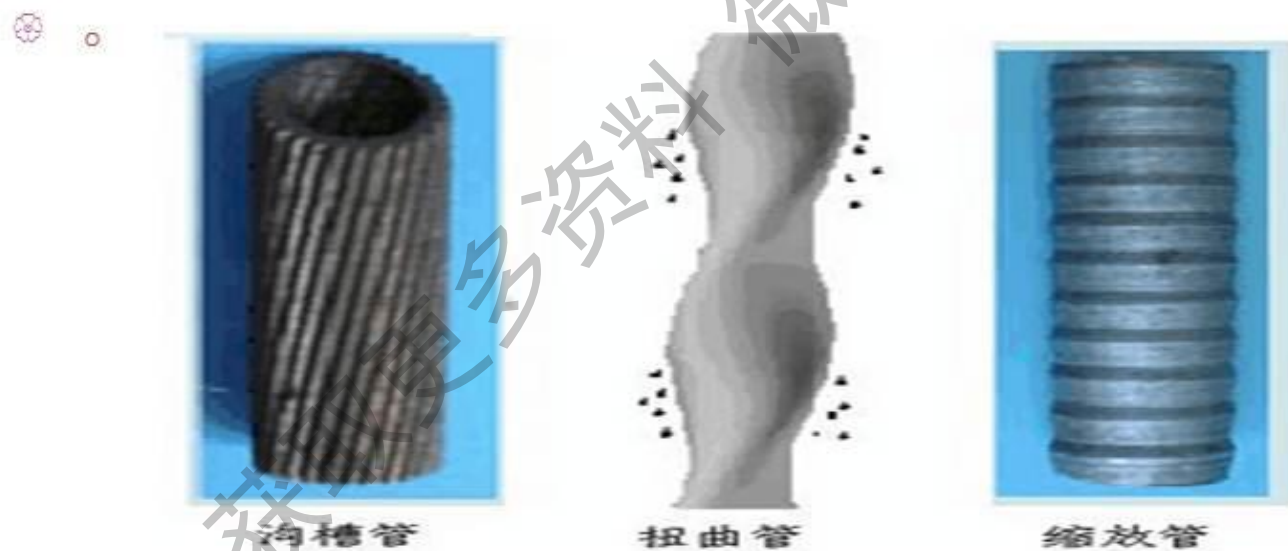
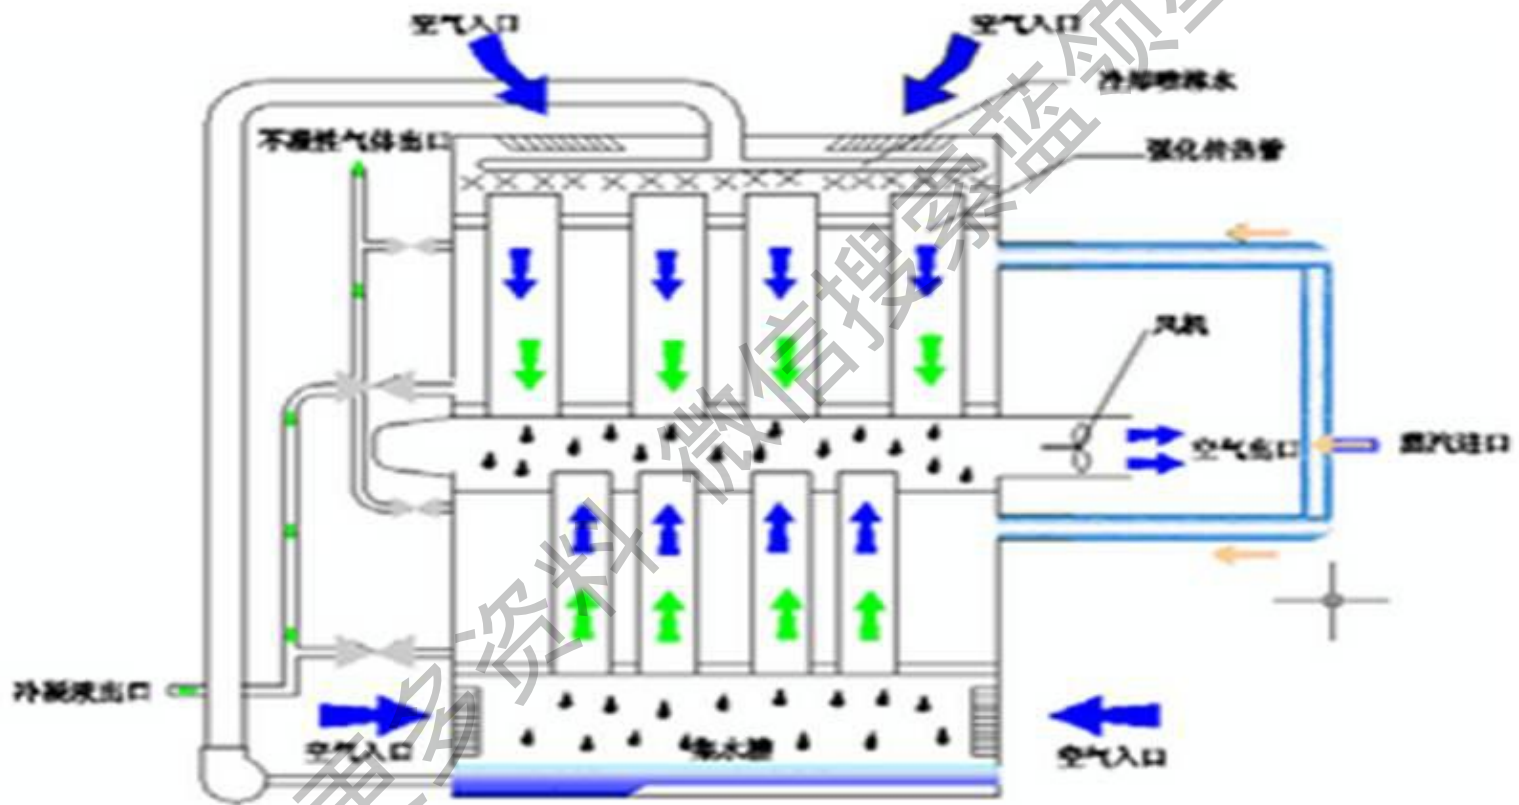

图 5 各种强化传热管示意图
图 4 立式蒸发式冷凝器示意图
- 立式蒸发式冷凝器的结构如图4所示，管内为水与空气的逆流或顺流，管外大空间为冷凝排液区。该冷凝器的特点有：管子采用不锈钢强化传热管（如图5），不但抗腐蚀性能强，而且换热性能好，能加速冷凝液膜的排泄，尤其适用于水蒸汽的冷凝。在电力行业中，凝汽器是汽轮发电机组的重要辅机之一，它的性能好坏直接影响机组的运行。而它的主要传热组件——冷却管是凝汽器的最重要部分，因此，冷却管的选材和选型是凝汽器设计的关键[8]